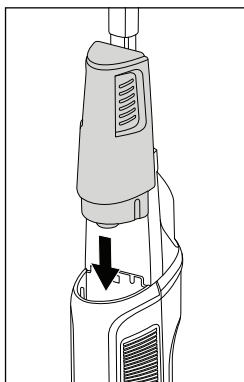

Fig. 11
- ◆ Capovolgere il contenitore dell'acqua pulita ⑪ e spingerlo nuovamente nello scomparto situato in alto sul lato anteriore dell'apparecchio (vedere fig. 11).
- ◆ Spingere il contenitore dell'acqua pulita ⑪ verso il basso lungo le scanalature dello scomparto finché il contenitore dell'acqua pulita ⑪ non s'innesta udibilmente restando saldamente attaccato all'apparecchio.